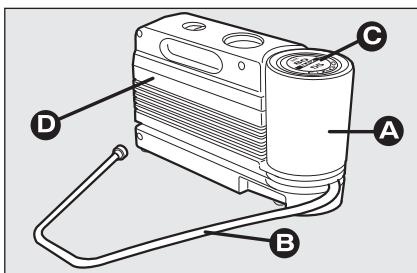

рис. 7
Данный комплект **рис. 7** включает следующее:
- Компрессор **Д-рис. 7**, оборудованный манометром и выходными штуцерами;